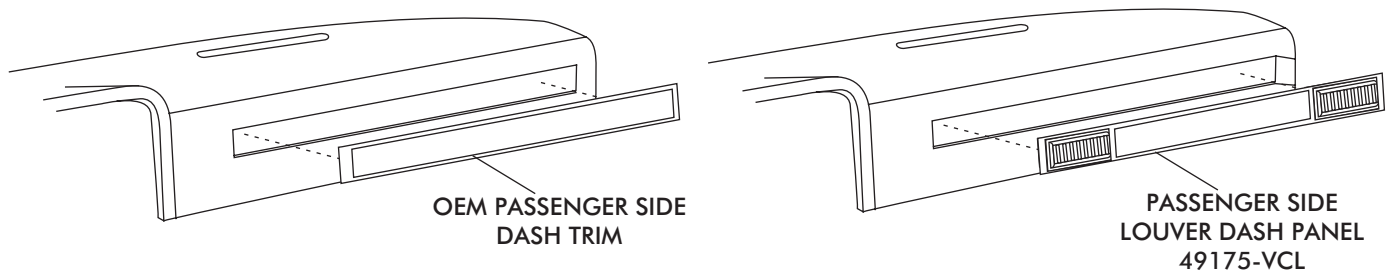

FIGURE 14
- ☐ REMOVE PASSENGER SIDE DASH TRIM FROM DASH PAD (SEE FIGURE 14).
- ☐ INSTALL PASSENGER SIDE LOUVER DASH PANEL USING (8) #4 x 1/2" SCREWS (SEE FIGURE 14).